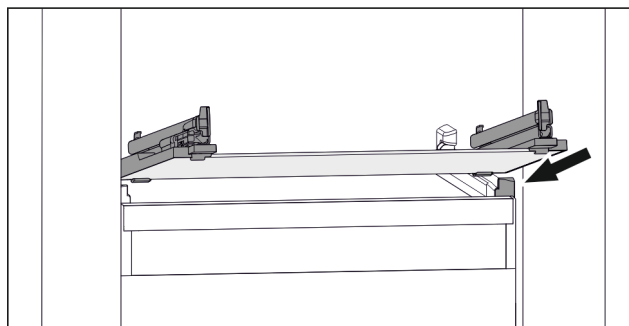

Fig. 117 Примерно изображение на стъклената плоча
- Поставете стъклената плоча под ъгъл зад ограничителите. (виж Fig. 117)